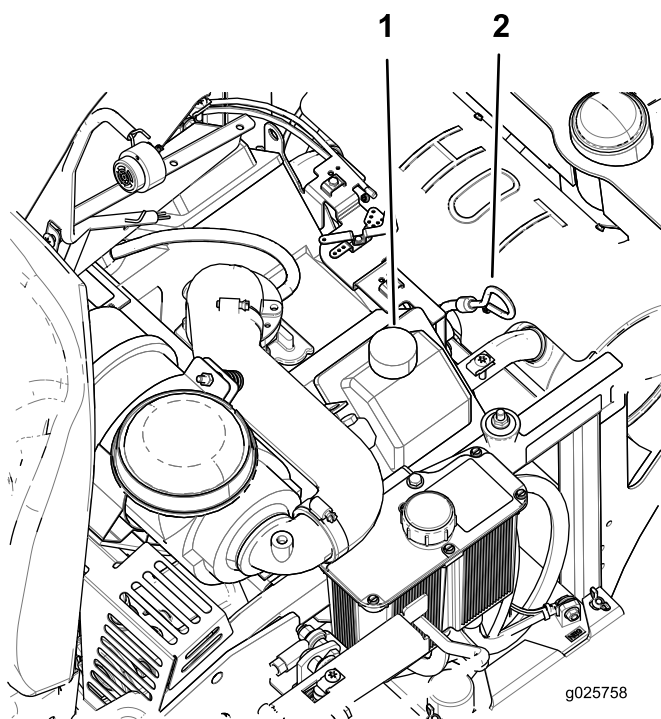

Figura 33
5. Limpie la zona alrededor de la varilla (Figura 33).
9. Si el nivel de aceite es bajo, limpie la zona alrededor del tapón de llenado, retire el tapón y añada aceite hasta que llegue a la marca **Lleno (Full)** de la varilla (Figura 33). No llene demasiado.
4. Vierta lentamente un 80% aproximadamente del aceite especificado por el tubo de llenado, luego añada lentamente el resto del aceite hasta que llegue a la marca **Lleno (Full)** de la varilla (Figura 33).
5. Arranque el motor y conduzca hasta una zona llana. Compruebe el nivel de aceite otra vez (Figura 33).